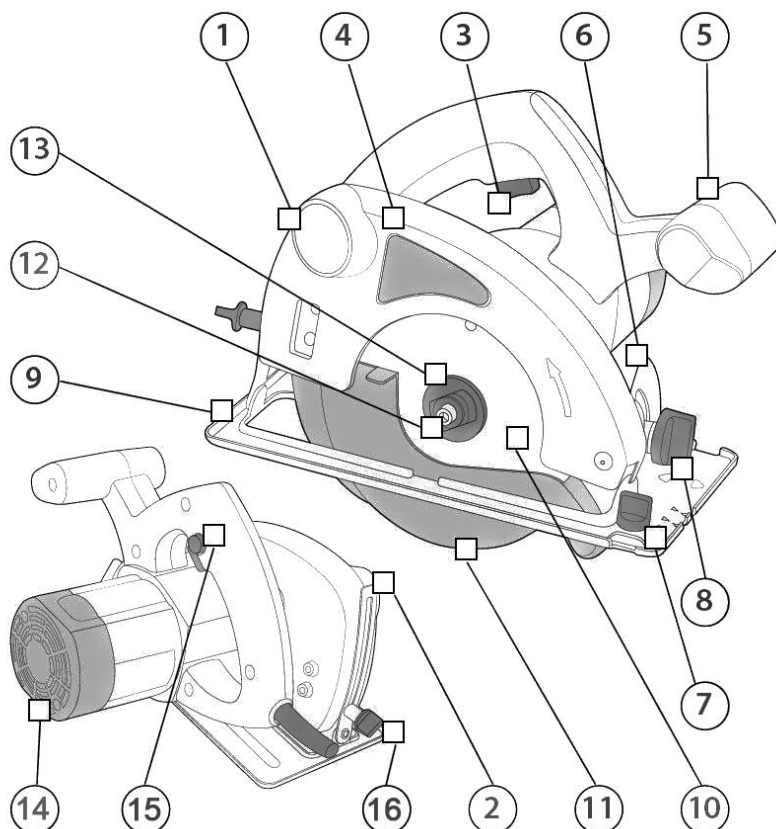

Рис. 1
- Нажмите и удерживайте кнопку блокировки (15) (См. Рис. 1), затем нажмите выключатель (3).
- Во время работы подключайте пылесос к патрубку выброса опилок (1) (См. Рис.1) для удаления опилок.